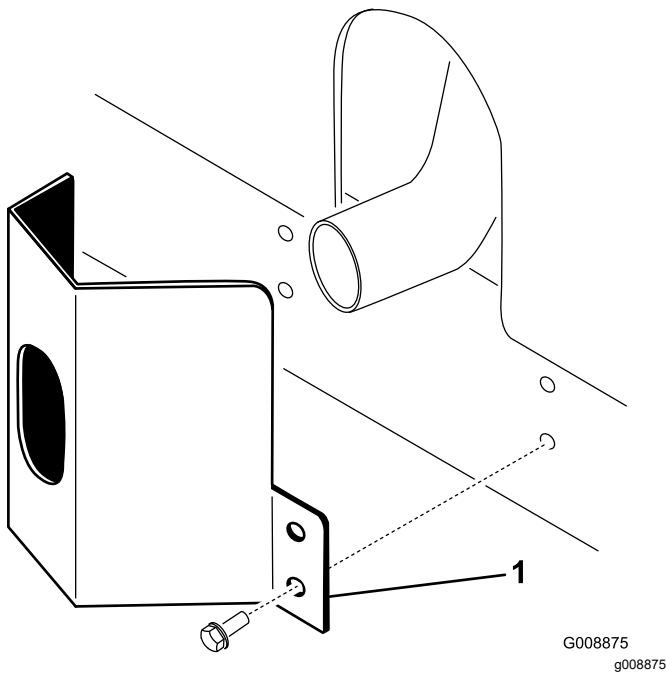

图 12
1. 将排气护罩放到消声器旁边同时将安装孔与机架中的孔对齐 图 12。
2. 用 4 个自攻螺丝将排气护罩固定到机架上 图 12。